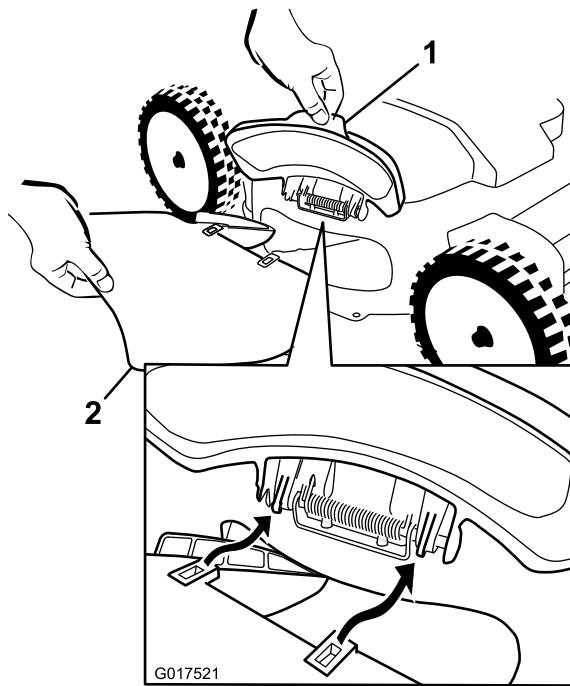
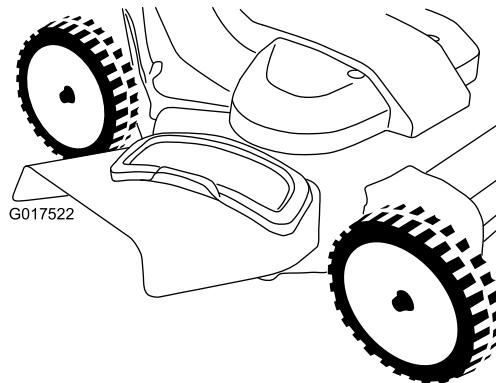

Figura 28
Figura 29
1. Alzate lo sportello di scarico laterale per aprirlo (Figura 28).
2. Installate il condotto di scarico laterale come mostrato in Figura 28 e Figura 29, e chiudete lo sportello sul condotto.